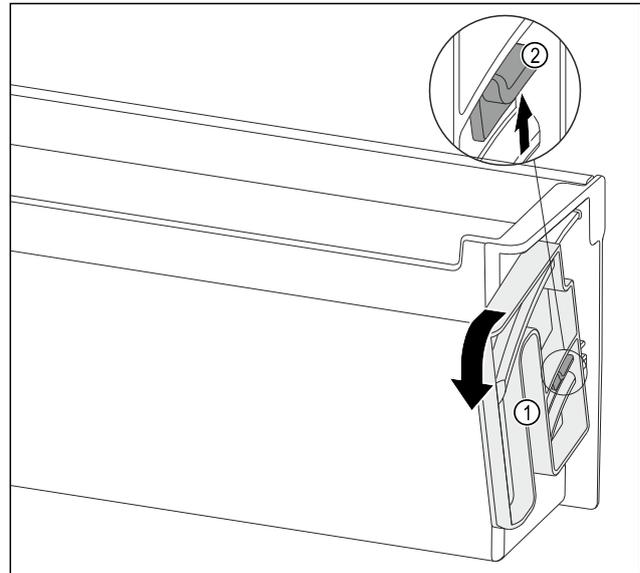

Fig. 115
- ▶ Tourner l'unité de rotation Fig. 115 (1) dans le sens indiqué jusqu'en butée.
- ▶ Pousser la languette Fig. 115 (2) vers le haut et retirer l'unité de rotation Fig. 115 (1).